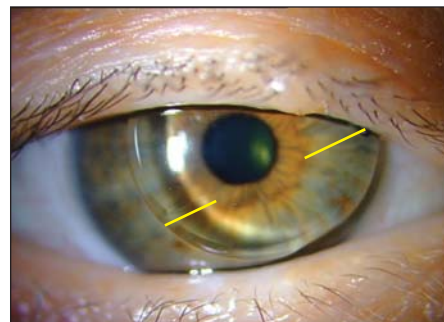

Abbildung 53:
- › nasal sitzt (Abbildung 53), könnte die Anpassung steil sein